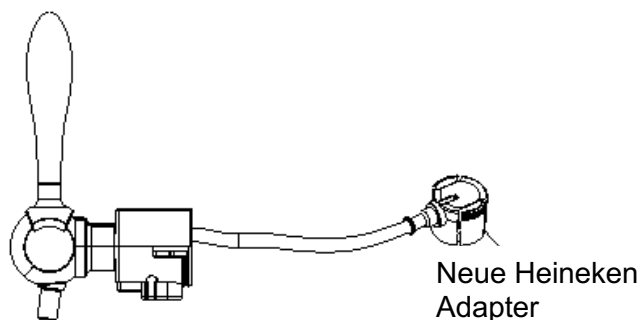

Abbildung 5 (nur für 5L Fass)
6. Richten Sie die Bierauslassventilvorrichtung senkrecht auf das Anschlussstück des Bierfasses in der Mitte der Oberseite des Bierfasses aus, und drücken Sie sie sofort in das Bierfass. Wenn Sie ein Klicken hören, bedeutet dies, dass die Weinauslassvorrichtung korrekt am Bierfass befestigt wurde (siehe Abbildung 5 unten). Stellen Sie das Bierfass nach der Installation der Ventilvorrichtung in das Kühlfass der Maschine.
7. **FÜR EIN 5L-FASS:** Verbinden Sie den Bierschlauch mit dem Adapter (Neuer Heineken-Anschluss) mit dem Zapfhahn des Geräts. Schließen Sie dann den Adapter an den Bieranschluss des Zapfhahns an (Abbildung 5).